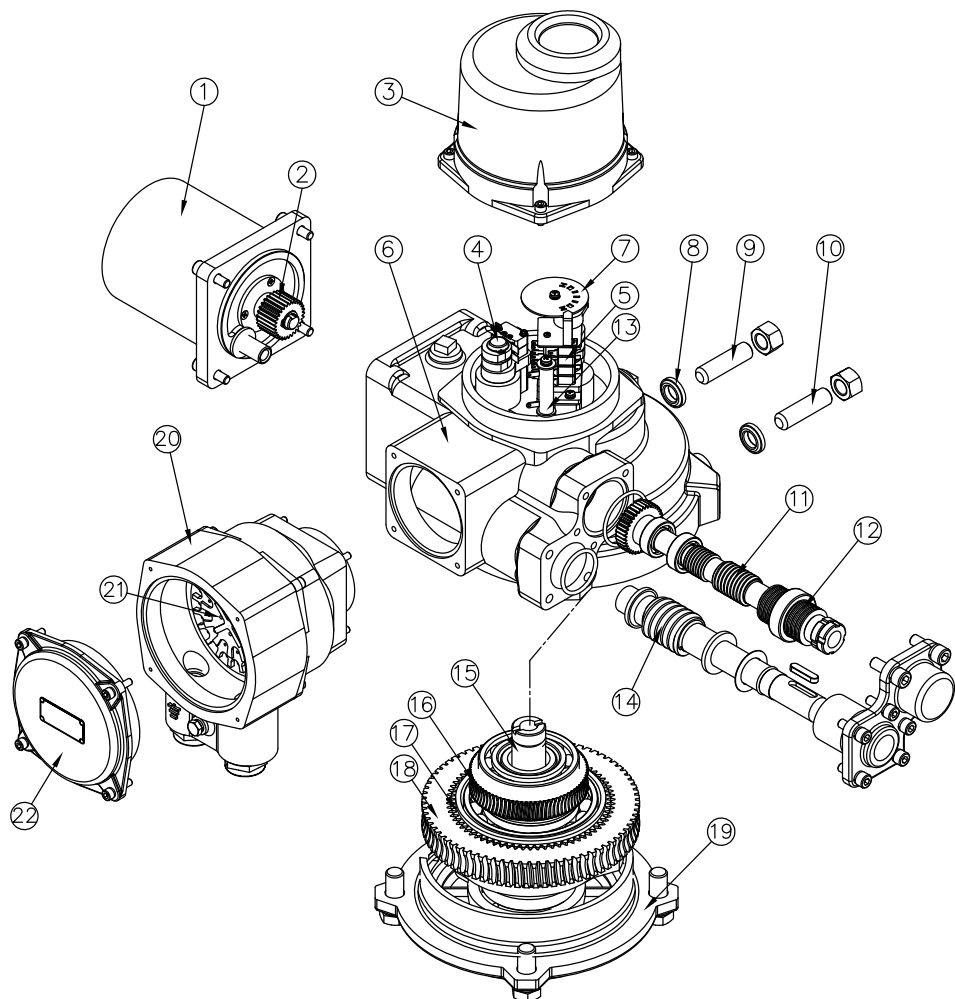
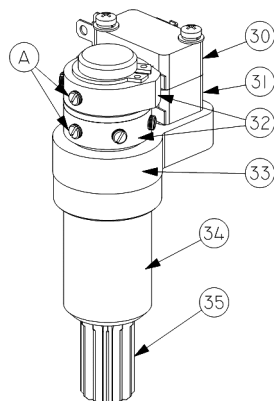
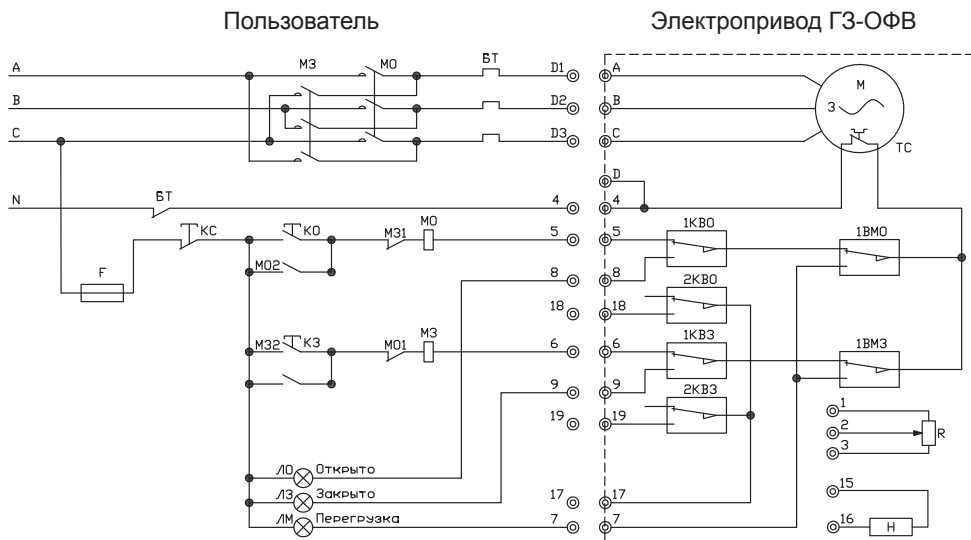

Рис.1 Электропривод ГЗ-ОФВ
Рис.3 Двухсторонняя муфта ограничения крутящего момента
Рис.4 Принципиальная электрическая схема подключения электропривода ГЗ-ОФВ.
Электропривод состоит из следующих узлов и деталей (рис. 1): электродвигателя (1), взрывозащищенной клеммной коробки (20-22), силового редуктора, в состав которого входит: червячный редуктор (11,16), червячный редуктор маховика ручного дублера (14,18) и автоматическая муфта сцепления с планетарной передачей (17), двухсторонней муфты ограничения крутящего момента (моментной муфты) (4), ограничителя хода выходного вала (5), индикатора положения затвора арматуры (7), выходного вала (15), механических упоров открытия и закрытия (9,10) и корпусных деталей.
При достижении предварительно установленной величины крутящего момента в положении ЗАКРЫТО или ОТКРЫТО, либо в случае аварийного заклинивания штока затвора арматуры в промежуточном положении, выходной вал (15) (рис.1) с червячным колесом (16) останавливается, а червячный вал (11), ввинчиваясь в венец червячного колеса (16), вследствие продолжающегося вращения ротора электродвигателя, начинает перемещаться в осевом направлении, сжимая тарельчатые пружины (12). Величина сжатия тарельчатых пружин определена настроенным крутящим моментом моментной муфты. Поступательное движение червячного вала (11) приводит к вращению вала моментной муфты (34) (рис.3). Кулачки (32), расположенные на валу моментной муфты, нажимают кнопки муфтовых микровыключателей (30, 31), размыкая цепь управления питанием электродвигателя электропривода.
Механические упоры (9,10) (рис. 1) применяются для первоначальной настройки конечных положений затвора арматуры ОТКРЫТО и ЗАКРЫТО при ручном управлении. Они также являются аварийной защитой, в случае отказа конечных и муфтовых микровыключателей, электродвигатель отключится блоком тепловой защиты БТ (рис. 4).
3. ЭЛЕКТРИЧЕСКАЯ СХЕМА УПРАВЛЕНИЯ (рис.4)
Для управления электроприводом ГЗ-ОФВ применяется электрическая схема, приведенная на рис.4. При достижении затвором арматуры конечных положений ОТКРЫТО или ЗАКРЫТО, срабатывают концевые микровыключатели 1КВ0 или 1КВ3, отключая питание электродвигателя. При превышении установленного крутящего момента при открытии или закрытии затвора арматуры, срабатывают муфтовые микровыключатели 1ВМ0 и 1ВМ3, отключая питание электродвигателя. Муфтовые микровыключатели 1ВМ0 и 1ВМ3 после срабатывания возвращаются в первоначальное положение при вращении вала в обратную сторону.